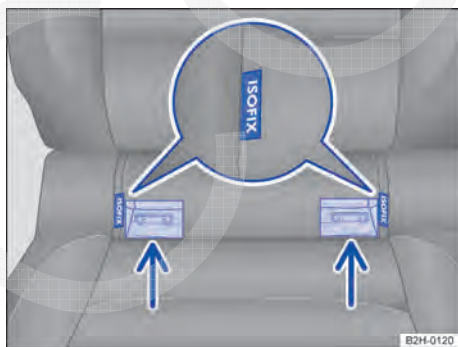

Fig. 67 Identificação dos pontos de ancoragem inferiores da cadeira de criança no banco do veículo.
- Encaixar a cadeira de criança nos olhalis de retenção ⇒ Fig. 67 na direção da seta. As aberturas de introdução encontram-se perpendicularmente ao lado da inscrição ISOFIX. A cadeira de criança deve engatar de modo seguro e audível.
- Colocar a cadeira de criança sobre a superfície do banco e enganchar os ganchos dos cintos de fixação nos olhais de retenção ⇒ Fig. 67.